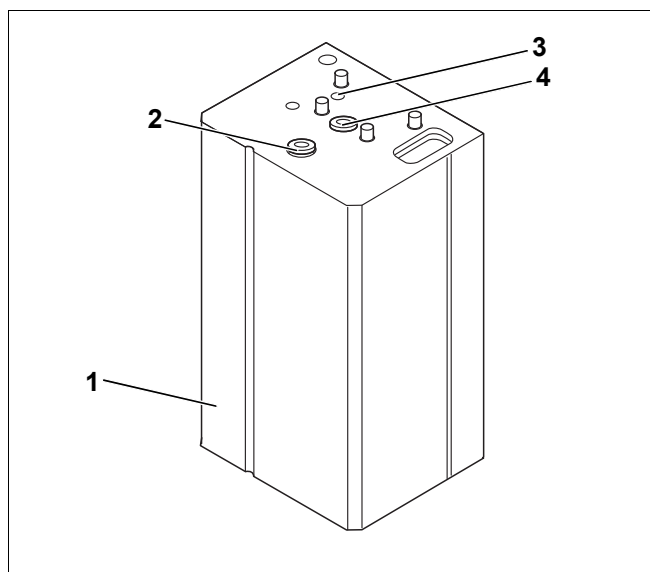

Рис. 1 Бак-водонагреватель HT/HC/H110 W
- Бак-водонагреватель с антикоррозионной защитой. Антикоррозионная защита состоит из гигиенической термоглазури Buderus DUOCLEAN MKT и катодной защиты в виде магниевого анода (рис. 1, [2]).
Через контрольное отверстие (рис. 1, [4]) можно визуально контролировать бак-водонагреватель.
- Облицовка с теплоизоляцией (рис. 1, [1])
Температурный датчик, установленный в гильзу (рис. 1, [3]), регистрирует фактическую температуру горячей воды, передаёт её системе управления отопительной установки, которая осуществляет регулирование системы для обеспечения нужной температуры.